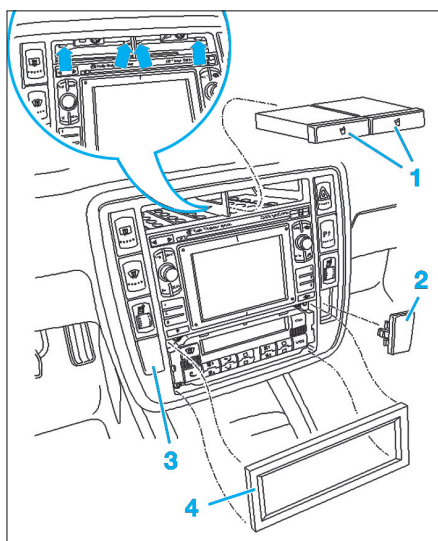

Fig. 3
- À l'aide d'un petit tournevis, repousser vers le haut les ergots de fixation (flèches) et extraire les porte-gobelets (1) (Fig.3).
- Dégrafer les caches (2) et (3) à l'aide d'un petit tournevis.
- Retirer le cadre (4).